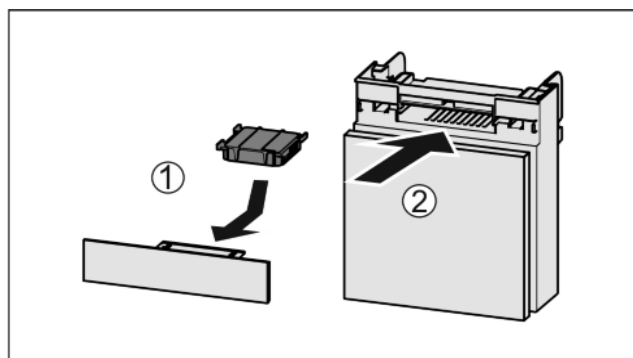

Fig. 37
- Inserire il vano Fig. 37 (2).